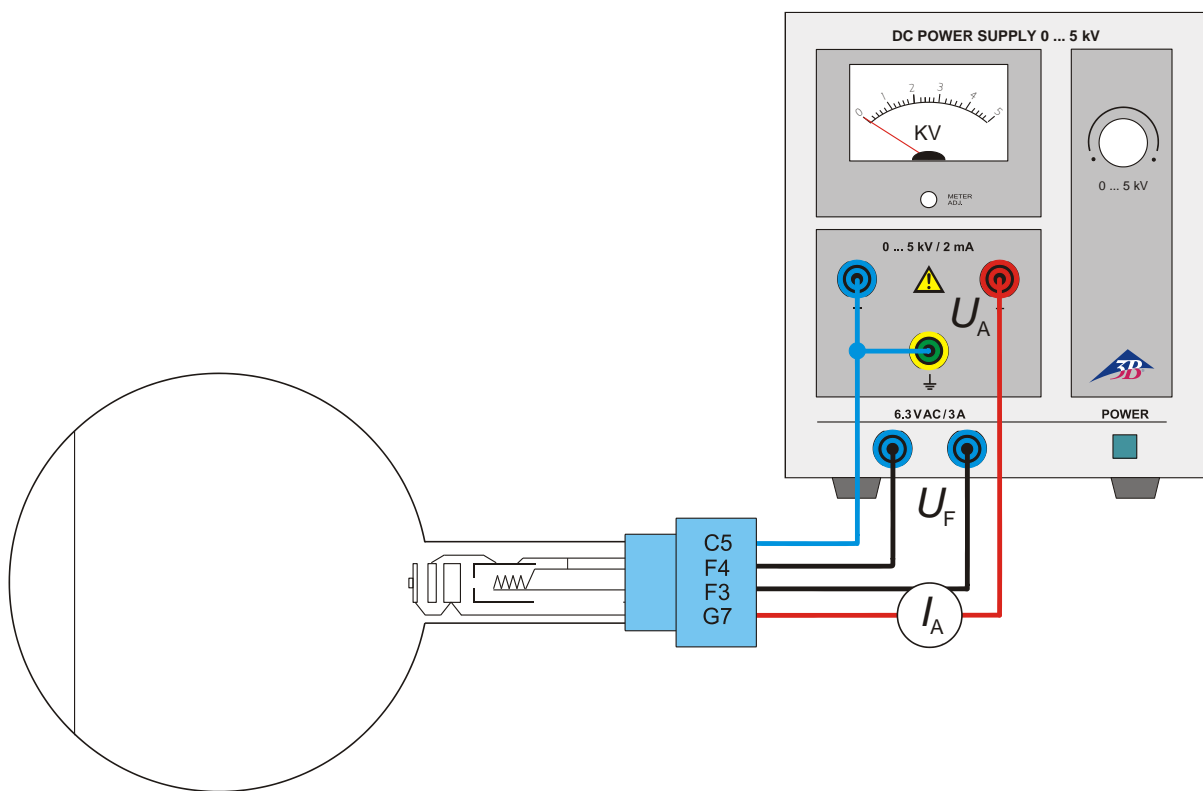

Fig. 2 Circuito do tubo de difração de elétrons
- Montar a experiência conforme a fig. 2.